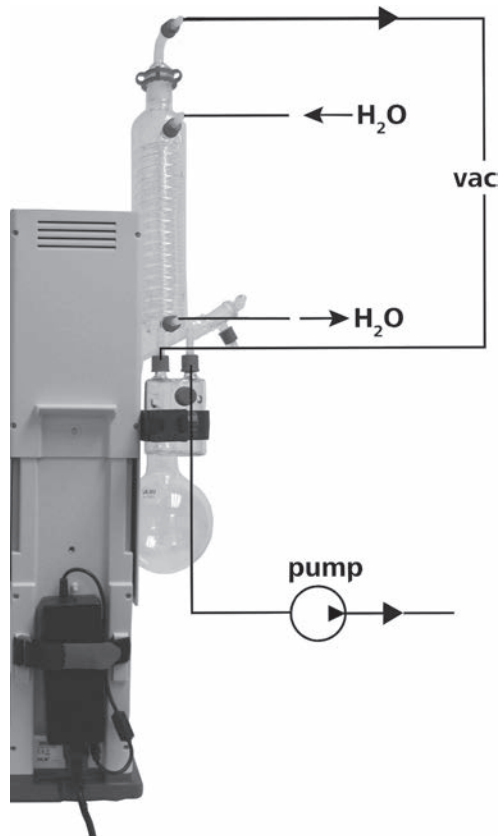

Fig. 20
- Подсоедините водяные шланги ( $H_2O$ ) к конденсатору по принципу противотока. (Fig. 20)